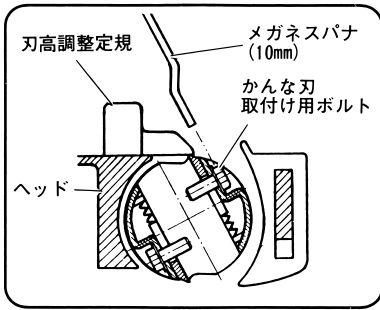

図 41
(5) 付属のメガネスパナ (10mm) で外側のかんな刃取付け用ボルト 2 本を仮締めし、刃高調整定規を取りはずします。(図 41)